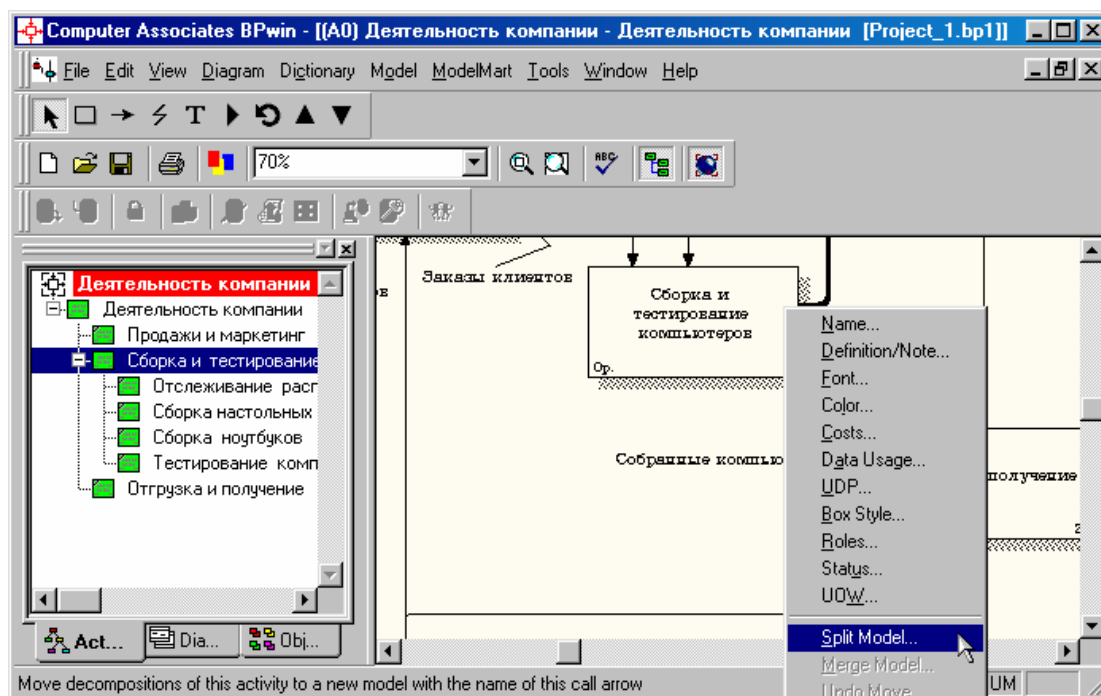

Рисунок 7.1 – Пункт контекстного меню *Split model*
1. Перейдите на диаграмму A0. Правой кнопкой мыши щелкните по работе "Сборка и тестирование компьютеров" и выберите *Split model* (Разделить модель) (рисунок 7.1).